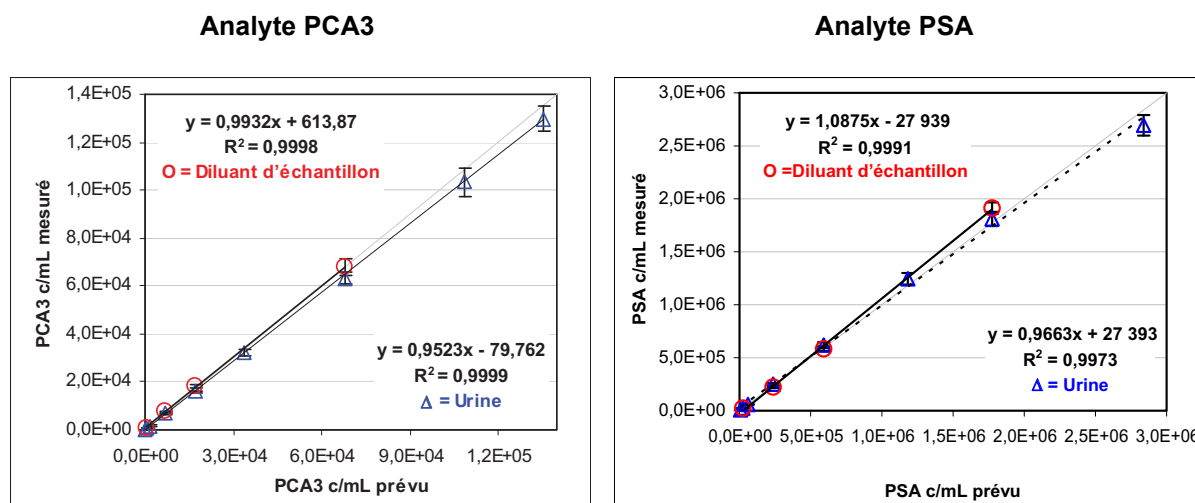

Figure 4. Linéarité du test Progensa PCA3 pour les analytes PCA3 et PSA
L'échelle linéaire du test Progensa PCA3 a été déterminée conformément à CLSI EP6-A (2003) (8) en se basant sur l'analyse de la régression linéaire (méthode des plus petits carrés). Deux jeux de séries de dilution ont été préparés à partir des échantillons contenant de fortes concentrations de RNA de PCA3 et de PSA. Un jeu a été dilué dans de l'urine féminine traitée et un autre dans un diluant d'échantillon. Les dilutions s'étalaient sur la totalité de la fourchette du test, allant des calibrateurs positifs les plus élevés aux plus bas pour chaque analyte. Les résultats de test mesurés des deux analytes PCA3 et PSA ont montré une relation proportionnelle directe entre les dilutions testées et le c/mL de l'analyte signalé. Aucun effet de matrice de diluant significatif n'a été noté. Voir Figure 4.